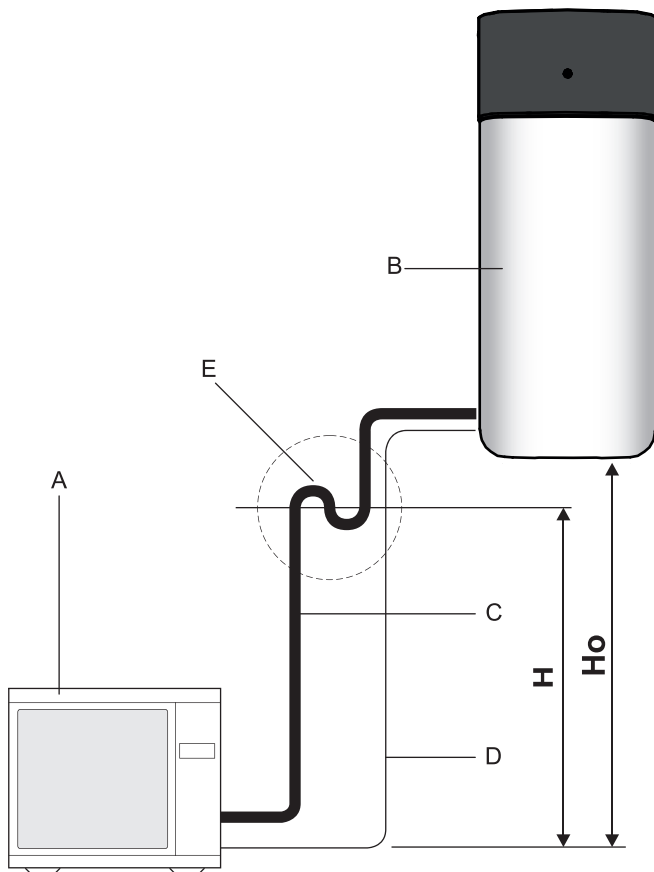

Bild 4-46 Ölfangbogen Kältemittelleitung
- Erforderlich, wenn HPSU compact nicht ebenerdig zum Wärmepumpenaußengerät installiert wird (Bild 4-46, HO ≥ 10 m).
- Mindestens ein Ölfangbogen muss für alle 10 m Höhenunterschied installiert werden (Bild 4-46, H = Abstand von Ölfangbogen zu Ölfangbogen).
Tab. 4-9 Legende zu Bild 4-46